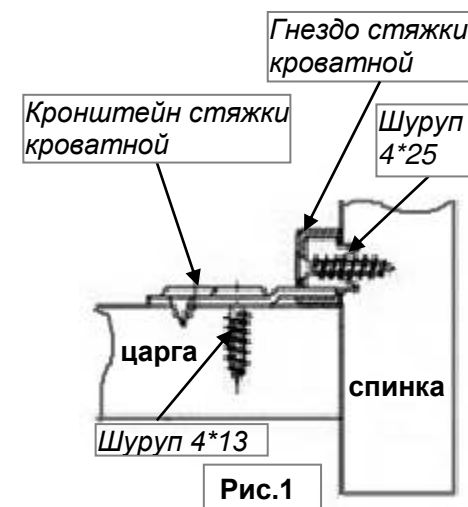

Рис.1
2. Шипы кронштейна стяжки кроватиной вставьте в отверстия на внутренней стороне царги (поз.4), как показано на рис 1 и закрепите их на шурупы 4*13 (смотри рис. 1).